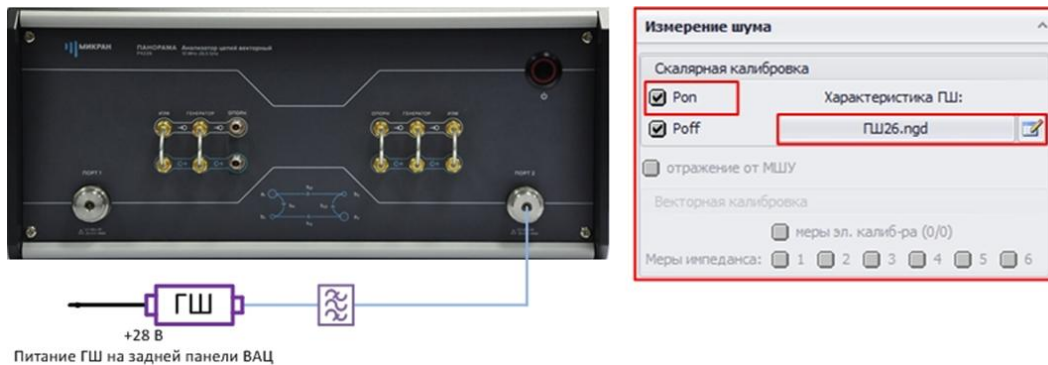

Рис. 26. Калибровка ВАЦ с помощью ГШ
11.5 Подключите генератор шума (ГШ) ко второму порту ВАЦ (рис. 26). Во вкладке «Измерение шума» загрузите характеристику ГШ. После чего проведите калибровку, установив флажок «Pop, off»;